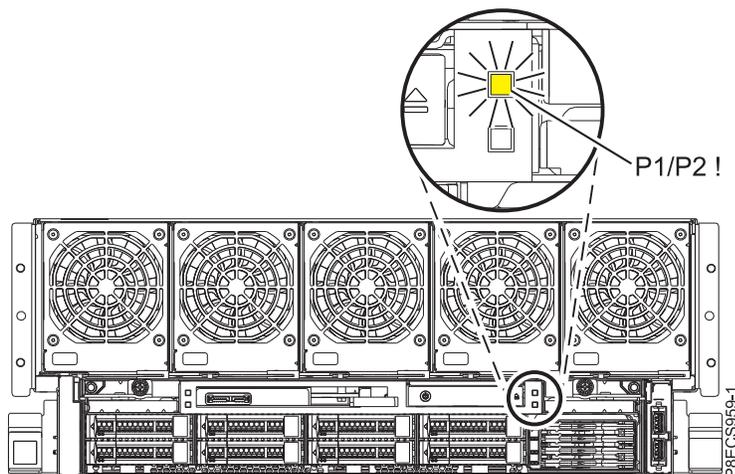

図 2. 8408-44E または 8408-E8E システム上の前面 **P1/P2 !** 障害ロールアップ LED
8. **P1/P2 !** 障害ロールアップ LED の状態を書き留めます。この LED は、8408-44E または 8408-E8E システムの前面にあります (図 2 を参照)。